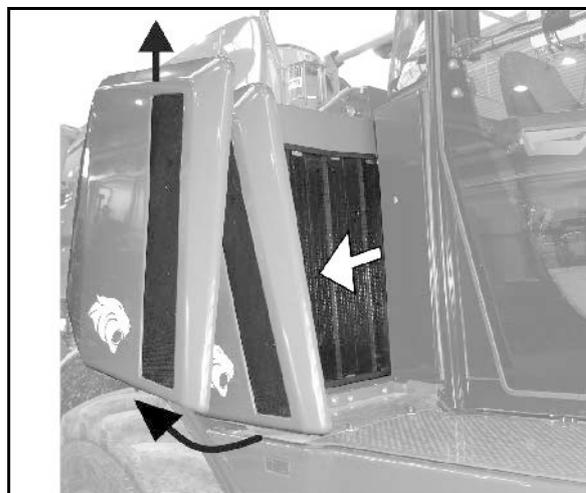

Fig. 171
1. Allentare il galletto della cuffia del filtro (Fig. 171/1).
2. Rimuovere la cuffia del filtro ed estrarre l'elemento esterno del filtro (Fig. 171/2).
6. Sostituire ogni anno, elemento interno del filtro (Fig. 171/3) (mai pulire).
- o Allentare il dado esagonale (Fig. 171/4) ed estrarre l'elemento interno del filtro.